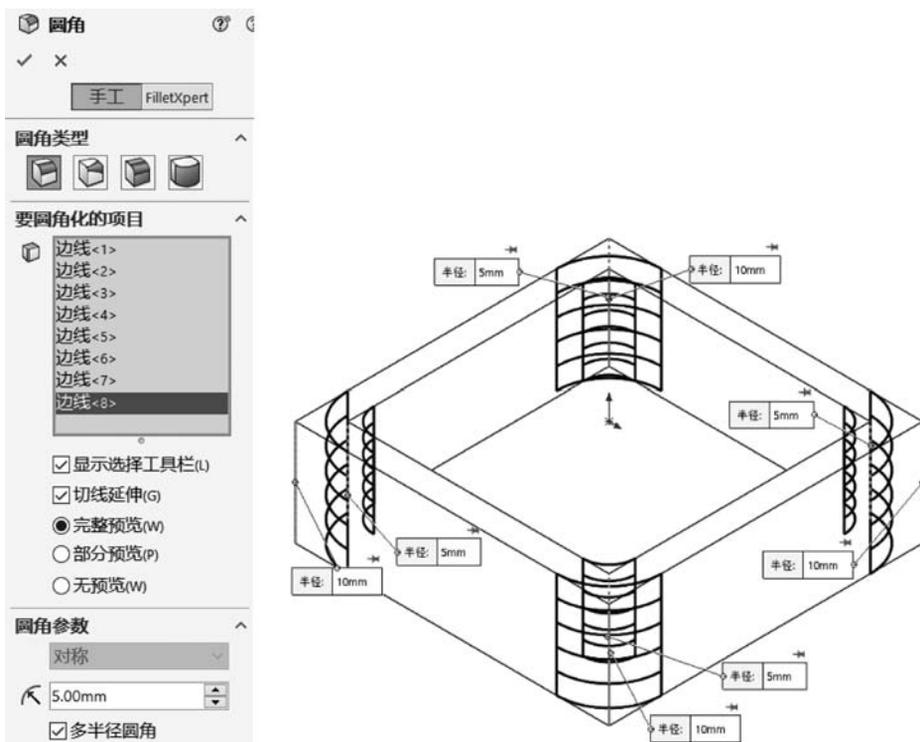

图 5-61 倒圆角(多半径圆角)
(5) 单击【特征】选项卡上的【圆角】按钮 , 会出现【圆角】属性管理器。
① 在【圆角类型】组,选中【恒定大小圆角】单选按钮 。
② 激活【边线、面、特征和环】列表,在图形区选择需倒圆角的边线。
③ 选中【多半径圆角】复选框。
④ 在图形区单击半径文本框,输入相应半径,如图 5-61 所示,单击【确定】按钮 , 生成圆角。